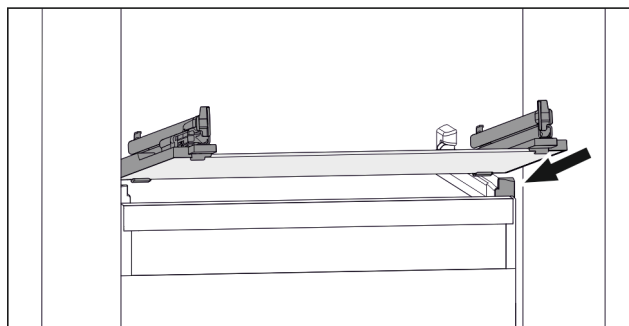

Fig. 112 Eksempel på fremstilling av glassplaten
- Sett glassplaten på skrå bak stopperne. (se Fig. 112)